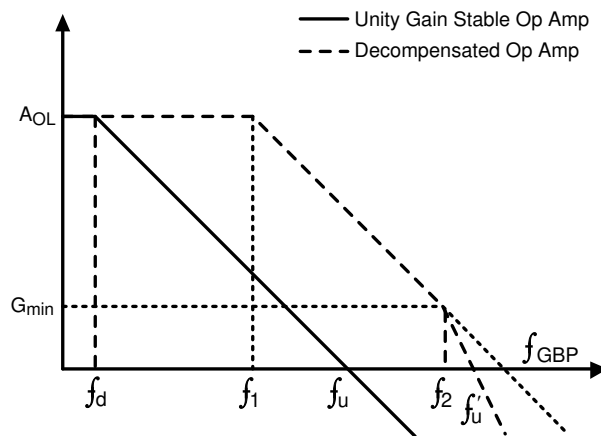

图 6-2. 单位增益稳定运算放大器和解补偿运算放大器的增益同频率特性间的关系
如图 6-2 所示，在解补偿运算放大器的情况下，单位增益稳定放大器的主极点 f_d 移至频率 f_1 。实心 A_{OL} 图是传统单位增益稳定运算放大器的开环增益图。OPAx371D 等解补偿放大器的内部补偿变化可以在相同功率下增加带宽。除了上述参数中的优势外，由于可用的环路增益比单位增益更高，因此还可以提高压摆率并获得更好的失真值。要考虑的最重要因素是确保运算放大器的噪声增益 (NG) 大于 G_{min} 。如果 NG 值低于 G_{min} ，则会导致不稳定，如图 6-2 中所示，因为 $1/\beta$ 曲线与 A_{OL} 曲线以 40dB/十倍频程相交。这种分析稳定性的方法被称做闭合速率方法。观看 TI 高精度实验室，以便更好地了解器件稳定性和不同的确保稳定性技术。